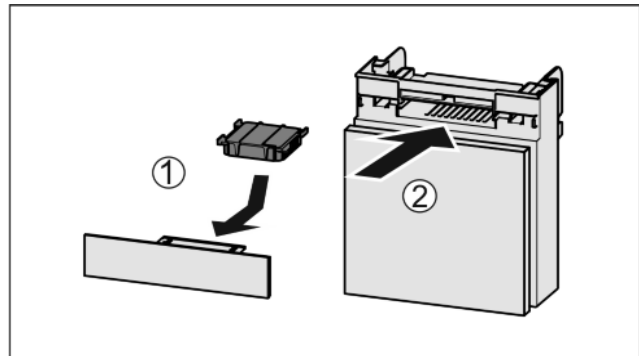

Fig. 34
- ▶ Поставете Fig. 34 (1) филтърта с активен въглен, както е показано на фигурата.
- ▶ Вкарайте Fig. 34 (2) отделението.